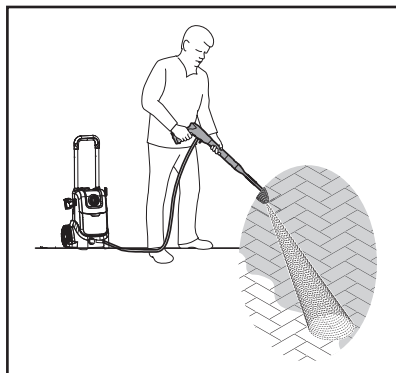

Fig. 16
2. Se utilizar o bocal variável (19), defina o padrão de pulverização necessário.
4. Segure na pistola de pulverização (15) com as duas mãos.
5. Ligue a máquina rodando o interruptor rotativo de ligar / desligar (3) para a posição "I".
7. Aperte completamente o gatilho (15a) da pistola de pulverização para iniciar o jato de água, conforme ilustrado na Fig. 16.